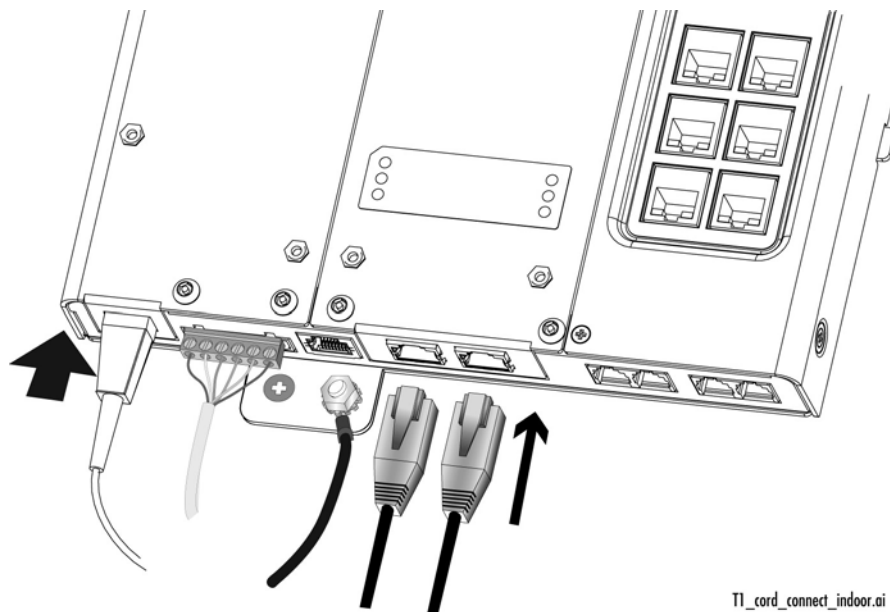

Figure 27. Connecting the DS1/T1 cable(s)
1. Connect the RJ-45 cable(s) to the DS1/T1 card, as shown in Figure 27